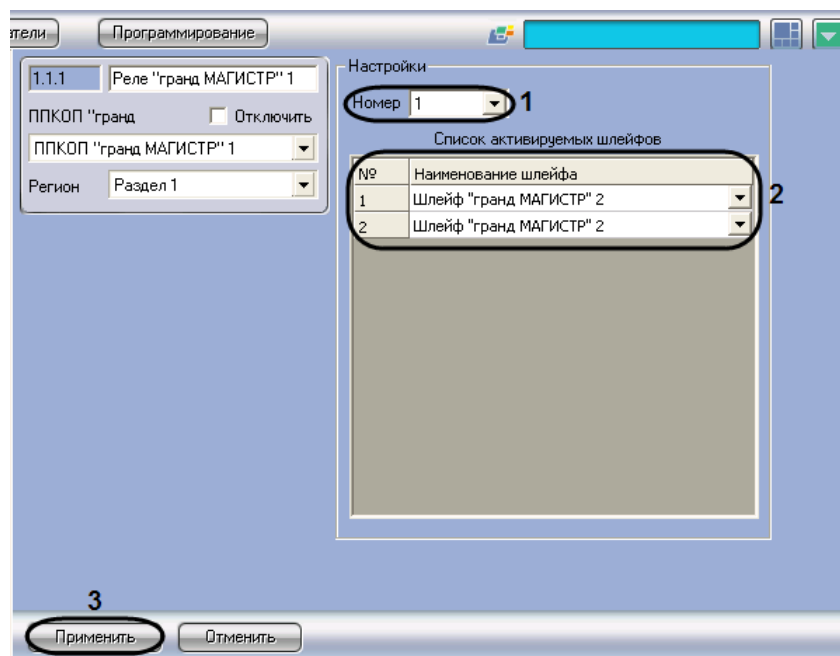

Рис. 3.5-2 Настройка реле Гранд МАГИСТР
1. Перейти на панель настройки объекта **Реле “Гранд МАГИСТР”** (Рис. 3.5-2).
2. Из раскрывающегося списка **Номер** выбрать номер реле (см. Рис. 3.5-2, 1).
3. Из раскрывающегося списка в столбце **Наименование шлейфа** выбрать название объекта **Шлейф “Гранд МАГИСТР”**, соответствующего шлейфу сигнализации, при активации которого требуется включать данное реле (см. Рис. 3.5-2, 2).
5. Для сохранения внесенных изменений в базе данных ПК *Интеллект* нажать кнопку **Применить** (см. Рис. 3.5-2, 3).